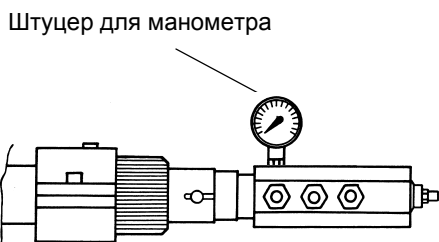

Рис. 19
- (RD) I БОЛЬШОЕ ПЛАМЯ
- (BU) II РЕЖИМ ВЫЖИДАНИЯ
- (OG) III МАЛОЕ ПЛАМЯ ГАЗА
- (YE) IV -
- (BK) V -
- (GN) VI -
- 9 Давление питания форсунки уже отрегулировано заранее на заводе-изготовителе и не должно изменяться. Только в случае необходимости, отрегулировать давление питания (см. соответствующий параграф) следующим образом: установить манометр в положение, указанное на Рис. 19, воздействовать на регулировочный винт **VR** насоса (см. Рис. 18) до получения на форсунке давления в 25 бар (см. график на Рис. 16);